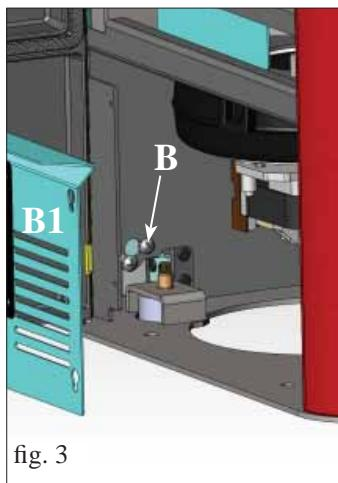

fig. 3
- Ouvrir la porte et enlever le panneau galvanisé (B1 - fig. 3).
- Desserrer la vis en bas (B - fig. 3).